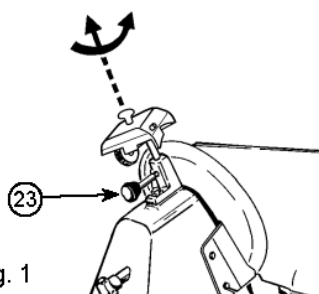
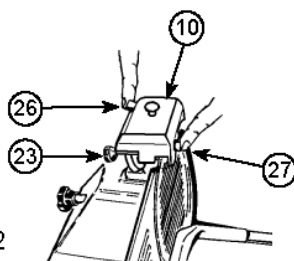
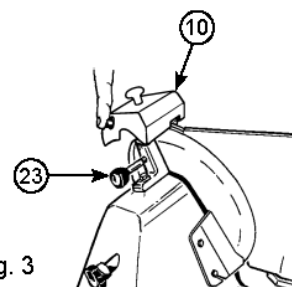

Fig. 1
Fig. 2
Fig. 3
- Verificare che la paratia mobile sia chiusa (manopola graduata (6) in posizione "0").
- Allentare la manopola di bloccaggio (23) del gruppo affilatoio (10).
- Sollevare il gruppo affilatoio (10), ruotandolo di 180 ° in modo che entrambe le ruote siano in posizione di lavoro. Vedere la Fig. 1.
- Abbassare il gruppo affilatoio (10) fino a quando non si blocca.
- Fissare il gruppo ruotando la manopola di bloccaggio (23). Vedere la Fig. 2.
- Premere il pulsante (26) e lasciare andare la lama per circa 1 minuto. Quando la lama è ancora in funzione, controllare per vedere se qualche bava si è formata sul bordo.
- Dopo aver verificato la presenza di sbavature, cliccare l'interruttore (5) su e il pulsante (27) premere delicatamente per circa 3 secondi per rimuovere il residuo prodotto durante l'affilatura. Mettere la manopola graduata (6) in posizione "0".
- Dopo l'affilatura, spostare il gruppo affilatoio (10) alla sua posizione originale, vedi fig. 3 e pulire il bordo della lama e le ruote con alcool.